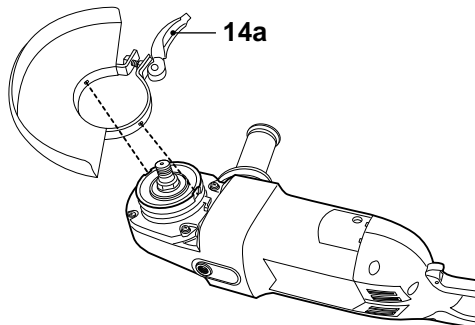

Fig. 6
- > Présentez les picots de la bague devant les encoches situées sur le col de la broche, puis faites tourner le carter (Figs. 6, 7).